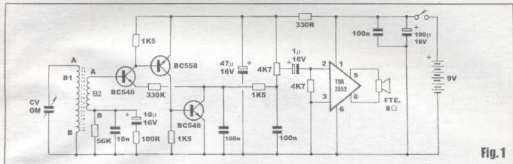

Fig. 1
- FIG. 1 - DIAGRAMA ESQUEMÁTICO DO CIRCUITO - Como o funcionamento teórico do conjunto é complexo, não vamos entrar em profundos detalhes "matemáticos" quanto ao dito cujo, apenas descrevendo-o em suas linhas gerais: o conjunto de sintonia, formado pela bobina principal, L1, e o capacitor variável para Ondas Médias, capta e seleciona as estações... Para a maioria das frequências, a bobina L1 e o capacitor CV-OM funcionam como verdadeiro *curto à terra*... Entretanto, especificamente para a frequência de ressonância (ajustada momentaneamente pela posição do eixo do variável...), a impedância do módulo de sintonia mostra-se muito elevada, desenvolvendo-se então uma tensão razoável, induzida pelos sinais de rádio que contém o áudio modulado... Por indução eletro-magnética, tais sinais *passam* de L1 para L2 (esta segunda bobina, menor, enrolada sobre o mesmo núcleo que serve de base a L1...). Esse sistema, com bobina dupla, evita o efeito de *carga* do circuito sobre o conjunto de sintonia, que normalmente contribui para reduzir a sensibilidade dos circuitos e piora a seletividade... Os três transistores que seguem, formam um amplificador por acoplamentos diretos, cujo ganho e polarização encontram-se parametrados pelos valores dos resistores de 330K (de realimentação) e de 56K (polarização da